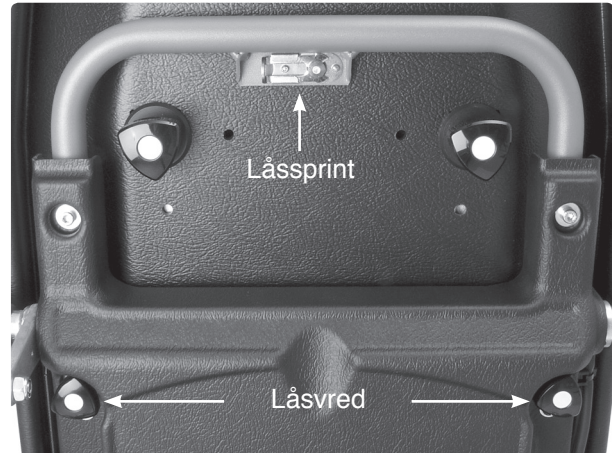

Bild 19. Lossa snabblås och vred.
6. Återmontera plastkåpan. Se bild 19.